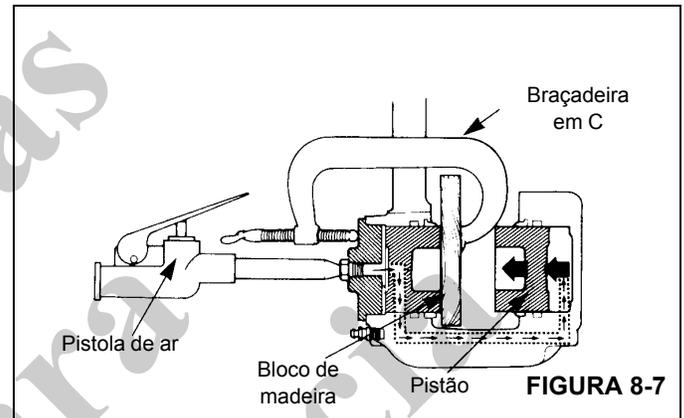

FIGURA 8-7
- b. Aplique ar comprimido à conexão de entrada para forçar os pistões para fora da outra carcaça. Se um pistão sair antes do outro, coloque um pedaço de madeira na frente do pistão que saiu primeiro. Aplique ar comprimido para forçar o outro pistão para fora da carcaça (Figura 8-7).